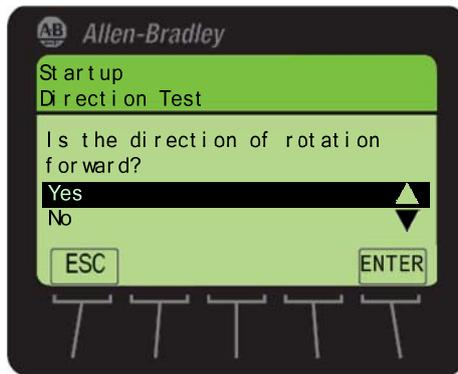

图 1-33 确定正向旋转
(7) 根据屏幕的要求，按下‘STOP’键停止变频器。再按下‘START’键开始测试和查看已修改的电机方向。当再次出现提示问题‘Is the direction of rotation forward?’（是否为正向旋转？）时，选择‘Yes’作为答案，如图 1-33 所示。